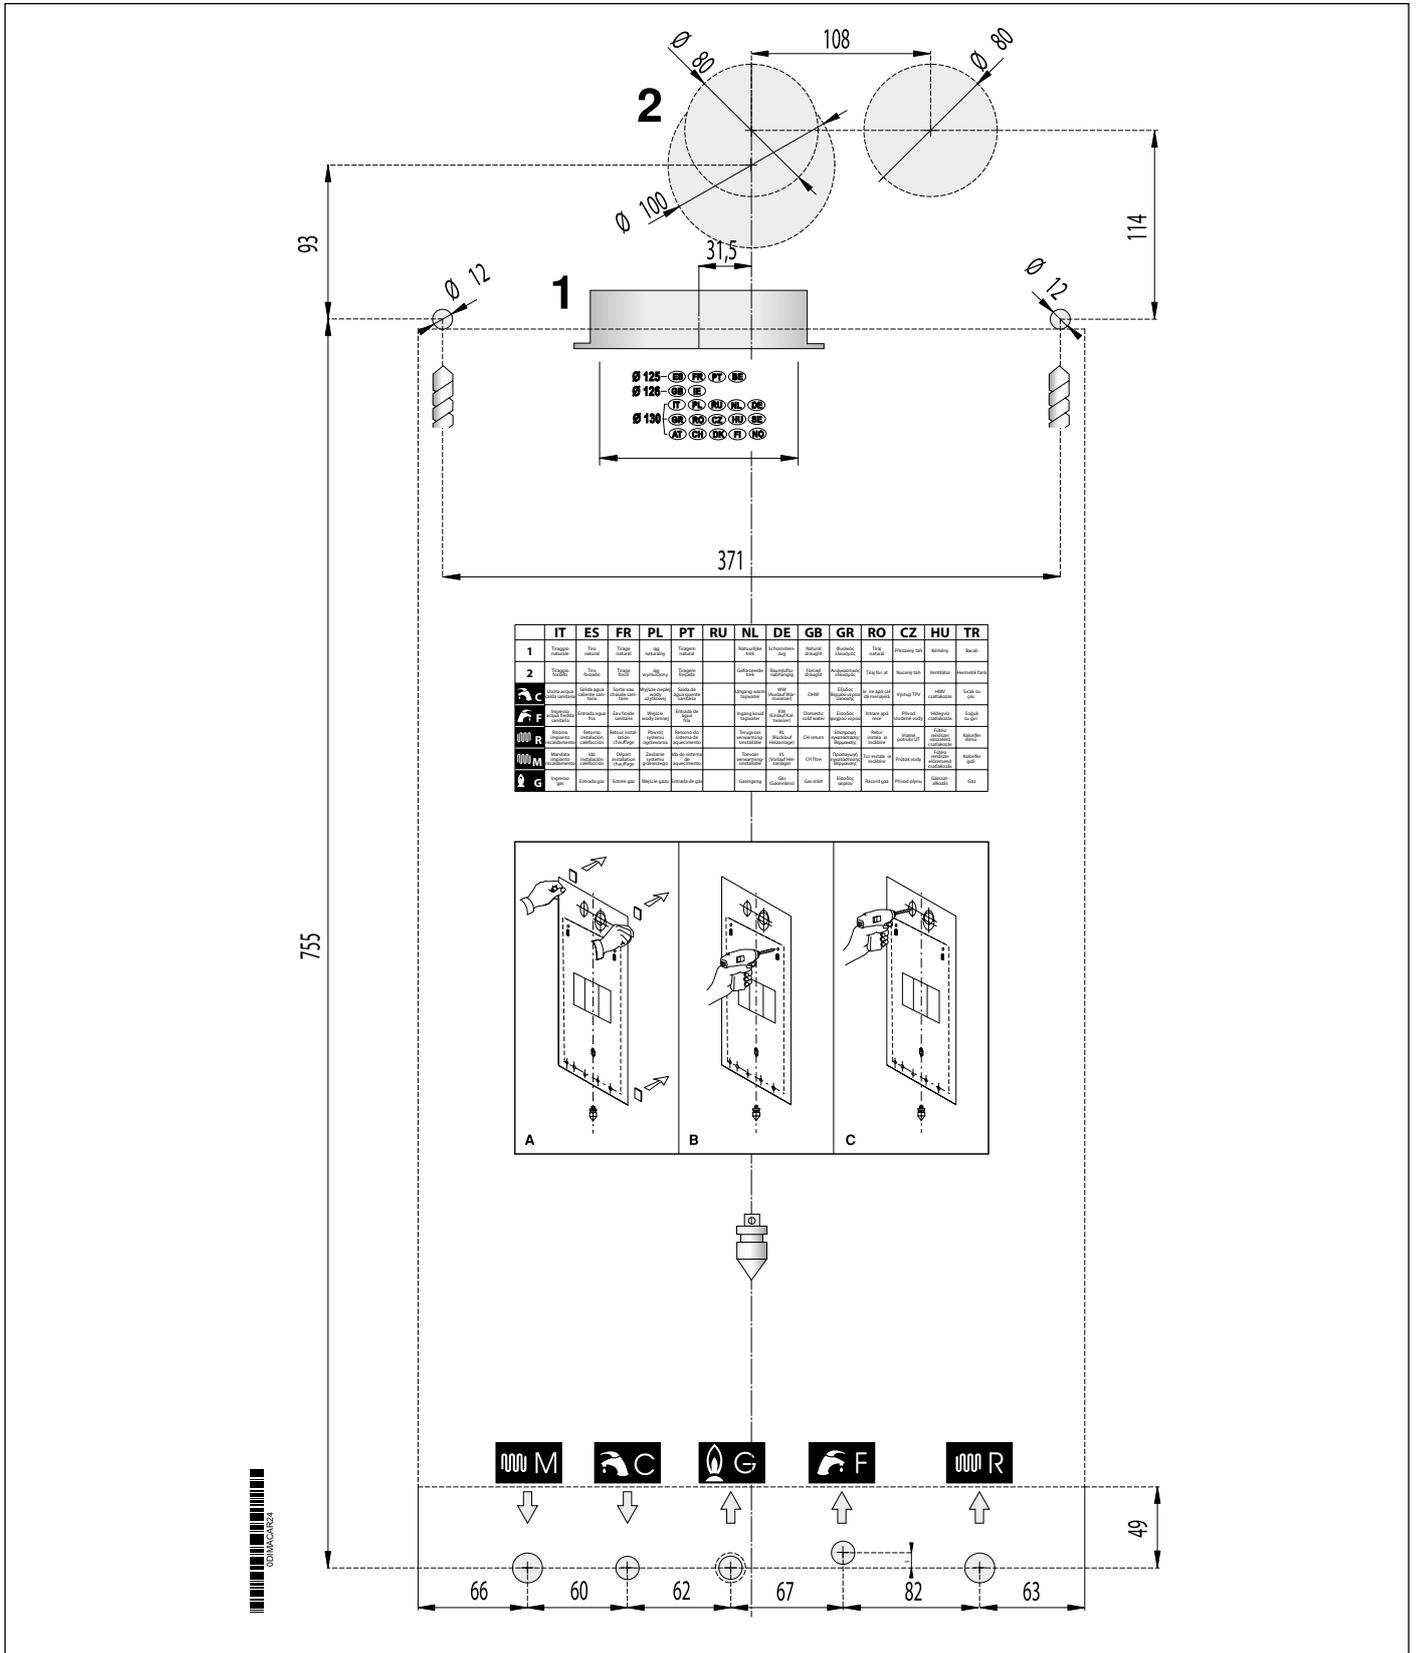

Fig. 5 Gabarito en papier
- le gabarit de fixation de la chaudière au mur (voir Fig. 5 Gabarit en papier).
Chaque appareil est accompagné d'un gabarit approprié en papier contenu dans l'emballage (voir Fig. 5 Gabarit en papier).